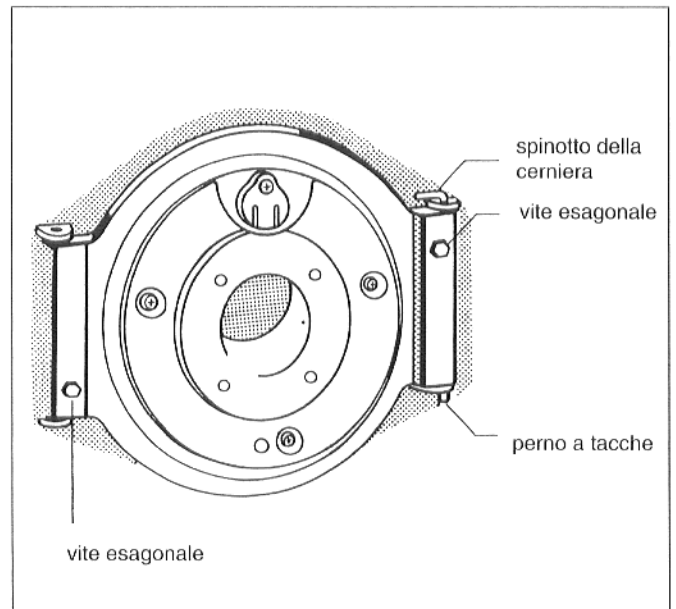

Fig. 20: Figura esplicativa
- Aprire la porta ed estrarre lo spinotto della cerniera (Fig. 20).
- Spostare il perno a tacche dalla destra alla sinistra della porta del bruciatore (Fig.20).
- Chiudere la porta ed avvitare con le viti esagonali - momento torcente ca. 10 max. 15 Nm (Fig.20).